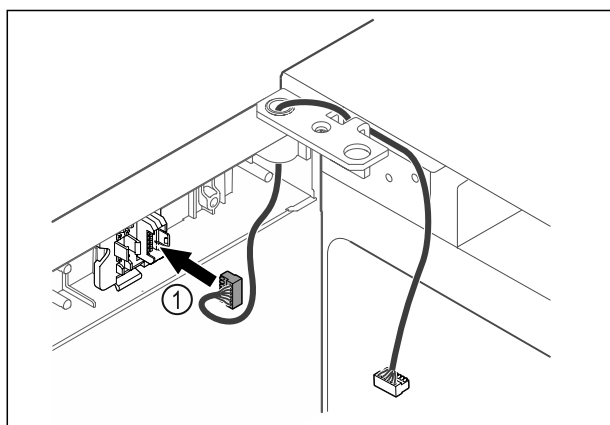

Fig. 41
- ▶ Introduceți fișa Fig. 41 (1) în suportul fișei.